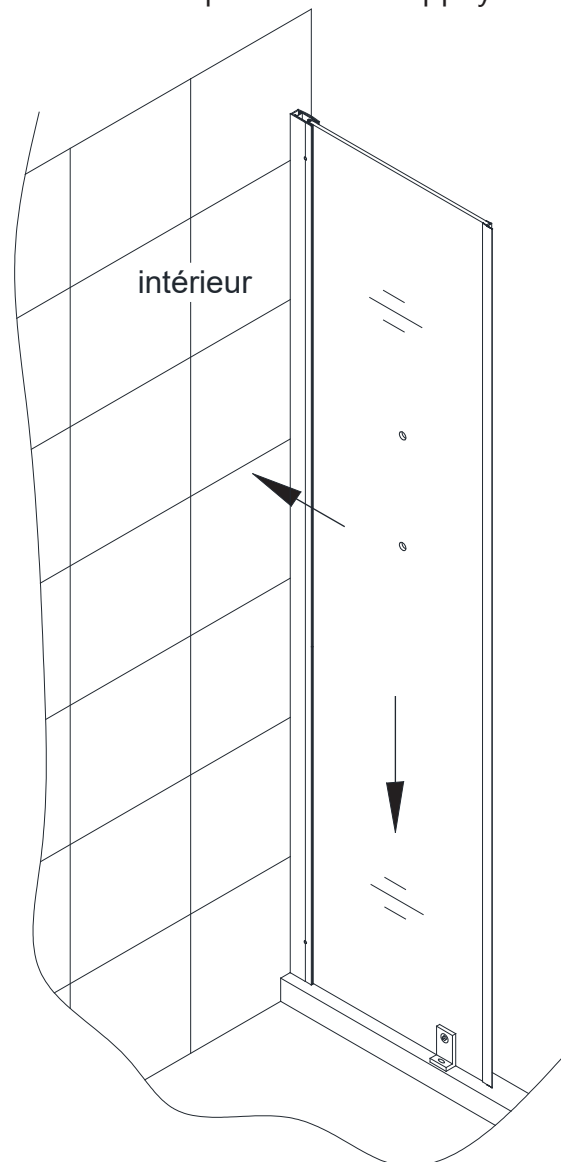

Fig 4
4. Positionnez soigneusement le panneau assemblé sur le seuil et contre le mur. Poussez le **profilé mural (N° 09)** bien ajusté contre le mur tout en maintenant le panneau bien appuyé au seuil. **Fig. 4**